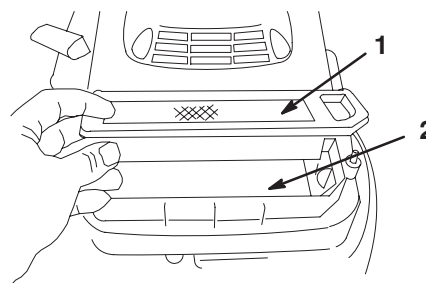

Figure 38
5. Enlevez et jetez l'élément filtrant en papier (Fig. 38).